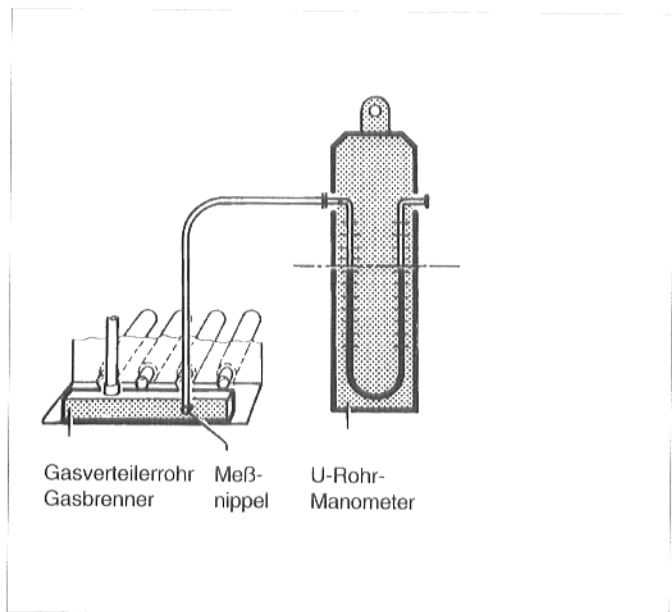

Abb. 10: U-Rohr-Manometer anschließen
- Meßschlauch des U-Rohr-Manometers am Meßnippel aufstecken (Abb. 10).